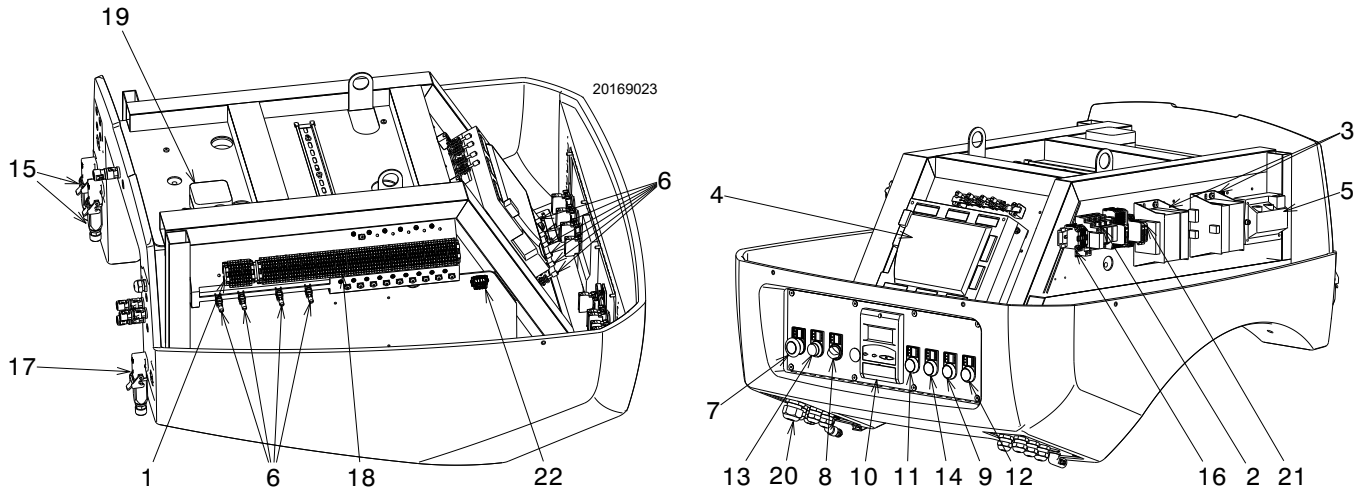

Fig. 5
- **Blocage de la boîte de contrôle:** l'allumage du bouton 13)(Fig. 5) (**LED rouge**) signale que le brûleur est bloqué. pour le déblocer, appuyer sur le bouton 13)(Fig. 5).